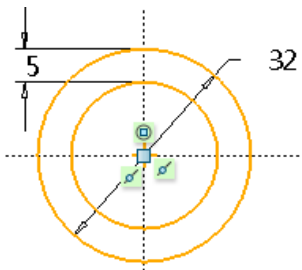

图 2-83 绘制同心圆
- 单击按钮, 在坐标系原点绘制两个同心圆, 重新进行强尺寸标注, 约束圆, 如图 2-83 所示;